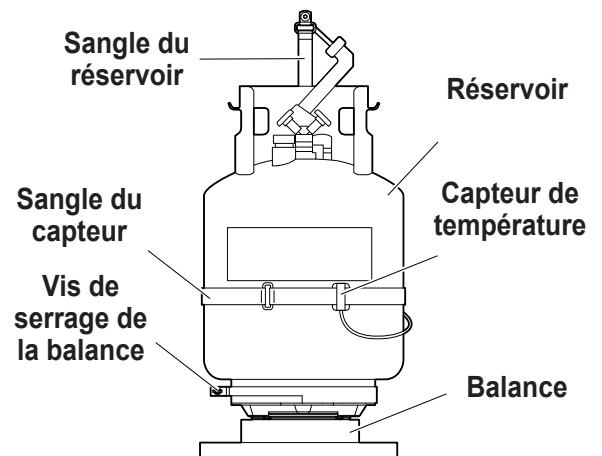

Figure 1
2. Placez le réservoir sur la balance dans le sens indiqué Figure 1. Serrez la vis de serrage sur la balance.
3. Enroulez la sangle de retenue du réservoir à travers la poignée du réservoir et fixez l'attache à l'anneau de sangle. Reportez-vous à la Figure 1.
7. Retirez l'ensemble du capteur de température et la courroie de son emballage et l'installez sur le réservoir. La machine ne fonctionnera pas correctement sans le capteur de température du réservoir. Consultez la Figure 1 pour déterminer la bonne position du capteur.